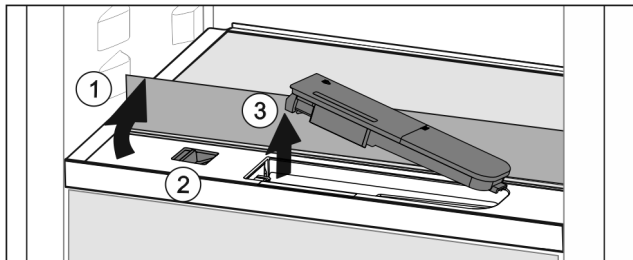

Fig. 152
- Skleněnou desku nadzvedněte a zaklapněte dozadu až na doraz Fig. 152 (1).
- Posuvník Fig. 152 (2) posuňte doleva.
- Vyjměte nádržku na vodu Fig. 152 (3).